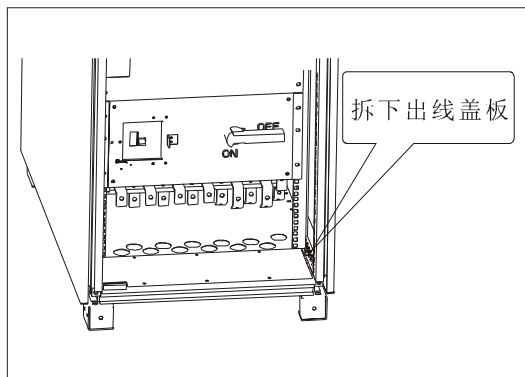

图 5-5
- 1) 拆下正面的端子排盖板和底部的接线盖板（图 5-5）。